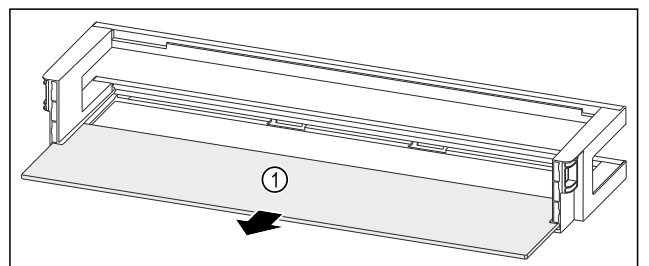

Fig. 274 Oviteline säilytyshyllyn kanssa
- Ota säilytyshylly Fig. 274 (1) pois.